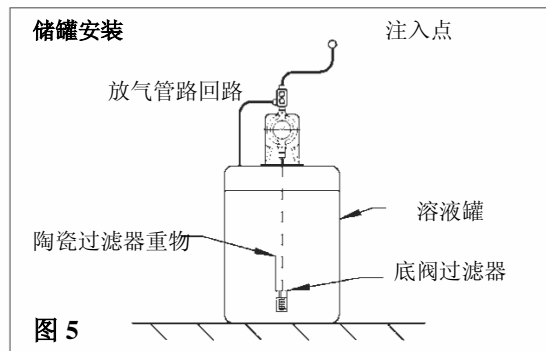

图 5
- 如图 5 所示，计量泵可以安装在溶液罐顶部。化学泵安装在盖上。将吸入管插入并穿过中央孔，使底阀/过滤器能悬挂在距离储罐底部上方约 1 或 2 英寸（2-5 cm）处，然后切断管子。钻四个.25”（6 mm）孔，用四颗#10（M5）螺钉和螺母将泵安装固定。
- 要防止堵塞或避免止回阀发生故障，请务必在吸入管末端安装一套过滤器组件（图 5）。这套底阀/过滤器组件务必安装在距离储罐底部上方 1-2 英寸 (2-5 cm) 处，这样可以避免储罐底部可能积聚的固体堵塞过滤器。化学药品储罐和底阀/过滤器应定期清洗，确保连续安全运行。如果溶液中周期性地沉淀出正在泵送的化学药品，或者化学药品难以溶解或不能完全溶解（如氢氧化钙），则应在化学药品储罐中使用混合器。这些在许多电动机配置和安装中都非常容易提供。如需要可与供应商联系。